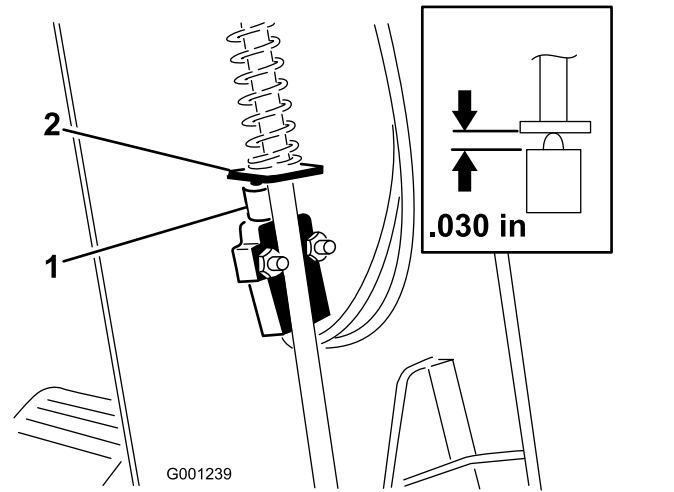

Bild 73
- Schieben Sie die Abdeckung auf der Lenkwelle nach oben, um den Schalter für die Feststellbremse freizulegen (**Bild 73**).
- Richten Sie die Schaufel der Feststellbremsstange mit dem Schalterkolben aus (**Bild 73**).
- Drücken Sie die Feststellbremsstange nach unten und den Schalter nach oben, bis die komprimierte Länge des Schalterkolbens 0,7 mm beträgt; siehe **Bild 73**.